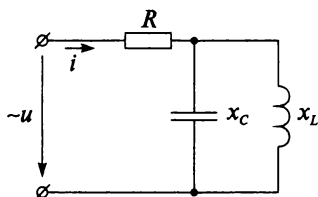

Рис. 11.5
- К цепи (рис. 11.5), состоящей из активного сопротивления $R = 10$ Ом, индуктивного сопротивления $x_L = 20$ Ом и емкостного сопротивления $x_C = 30$ Ом, приложено напряжение $u = 40 \sin(400t - 25^\circ)$. Напишите формулу мгновенного значения тока в неразветвленной части цепи.